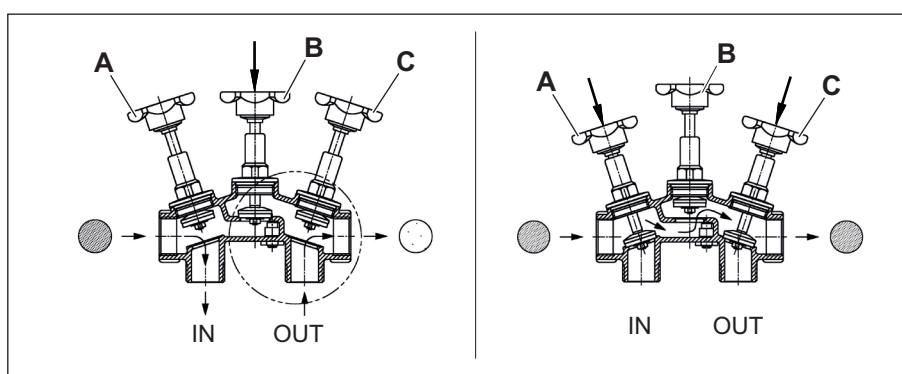

Fig. 5: Blandingsarmatur i driftsposition og i bypass-position
**Driftsposition (fig. 5 til venstre):** venstre (A) og højre (C) stopventil er åbne, den midterste stopventil (B) er lukket.
**Bypass-position (fig. 5 til højre):** midterste stopventil (B) er åben, venstre (A) og højre (C) stopventil er lukket.